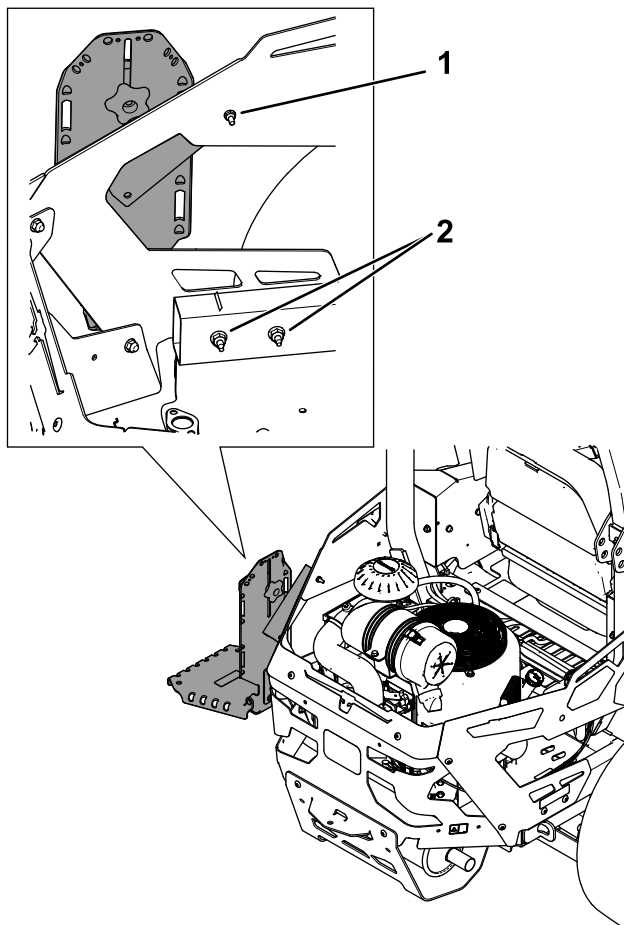
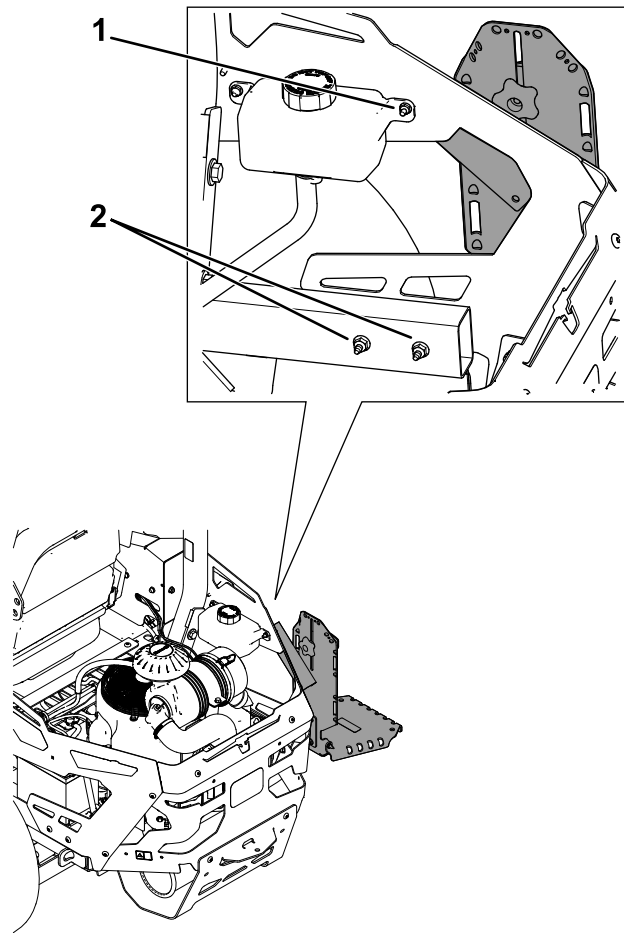

図3
図 4
1. マウントアセンブリを、後側面ガードに固定するキャリッジボルト1/4 x 1"とナット1/4"で図3または図4のように取り付ける。
2. メインブラケットの底部を、エンジンガードに固定するボルト5/16 x 3"2本とナット5/16"2個で図3または図4のように取り付ける。